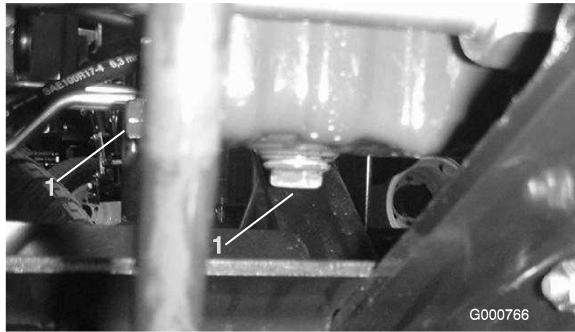

Figura 42
- Retire el tapón de vaciado (Figura 42) y deje fluir el aceite a un recipiente apropiado. Cuando el aceite deje de fluir, coloque el tapón de vaciado.